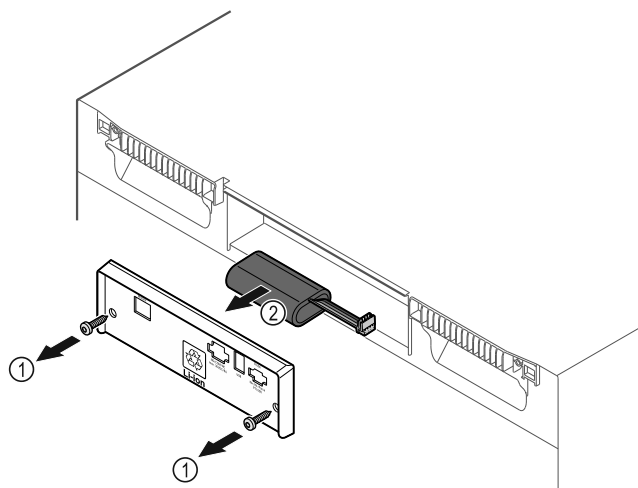

Fig. 237
- Desenroscar los tornillos y retirar la cubierta de la parte trasera del electrodoméstico Fig. 237 (1).
- Desconectar la batería y extraerla Fig. 237 (2).